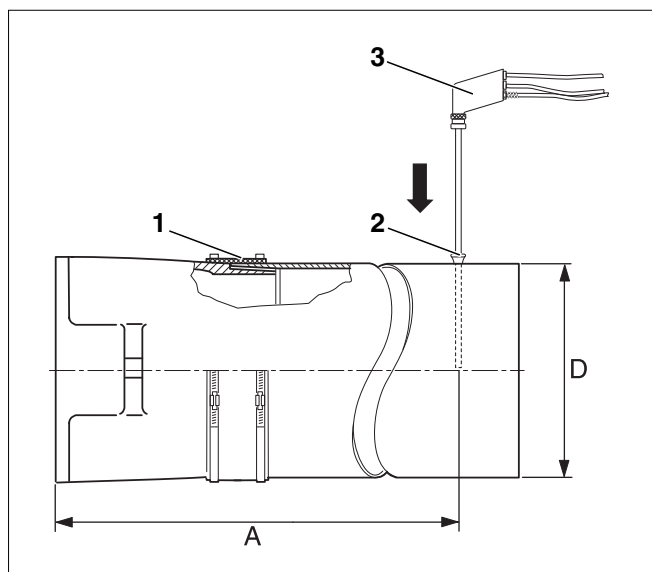

Fig. 31 Registrar los valores de medición
Las mediciones se llevan a cabo principalmente en la chimenea. El orificio de medición (abrazadera; fig. 31, **pos. 2**) debería colocarse a la distancia "A" (aprox. $2 \times$ diámetro de la chimenea "D") del empalme del gas de escape (fig. 31). Si el sistema de gas de escape está conectado con un codo directamente después de la caldera, la medición deberá realizarse antes del codo.
Le recomendamos emplear un manguito de obturación para la chimenea (fig. 31, **pos. 1**).
- Introduzca la sonda de medición (fig. 31, **pos. 3**) hasta el núcleo de la corriente (centro del tubo de salida) del gas de escape (máxima temperatura).